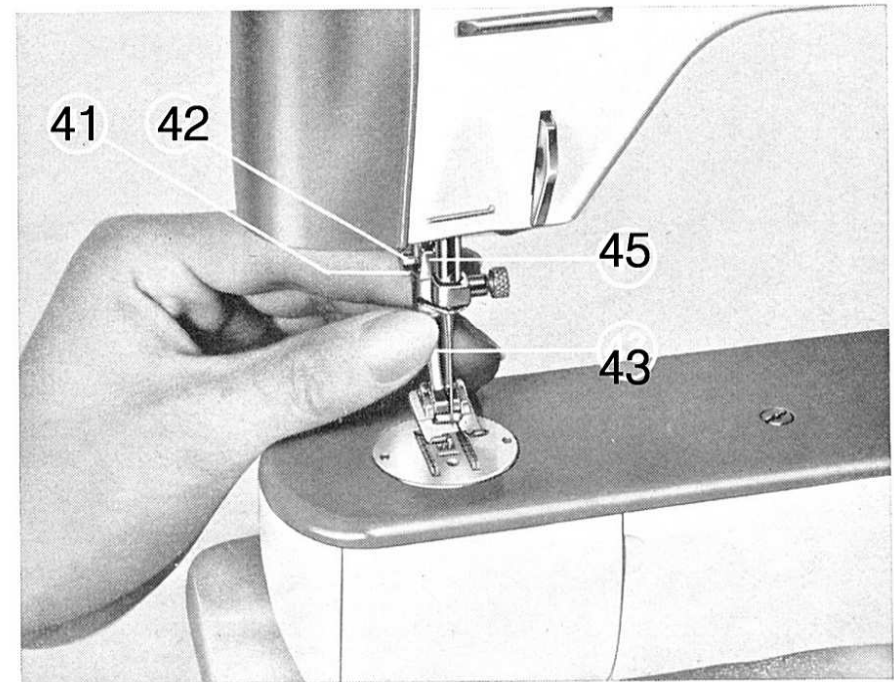

Abb. 14
a) Das Abnehmen des Nähfußes Abb. 14